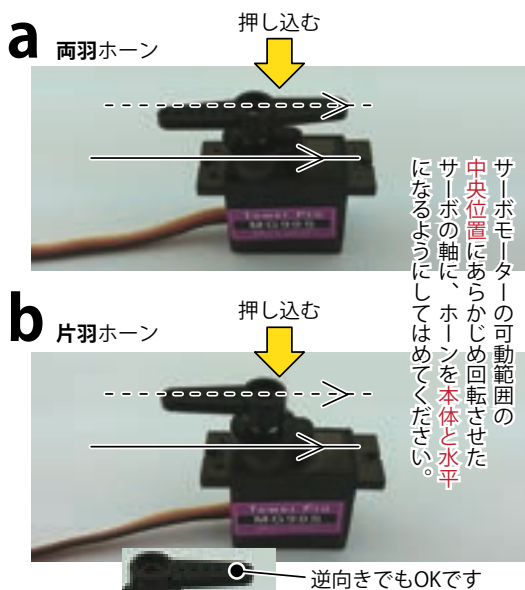

図 12 サーボホーンを取り付け
- ・図12(a)のように、両羽形のサーボホーンを軸に取り付けてください。
- ・図12(b)のように、片羽形のサーボホーンを軸に取り付けてください。